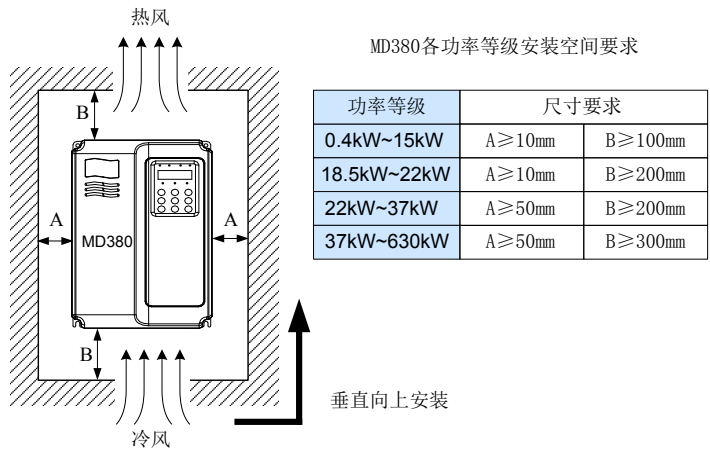

图 3-1 MD380 变频器各功率等级安装空间要求
- 1) 安装空间要求如图 3-1 所示，需保证变频器有足够的散热空间。预留空间时请考虑柜内其它器件的散热情况。